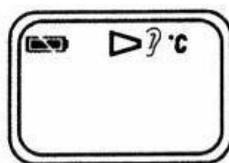

Figure 6.21
6. Tous les mots sur l'écran d'affichage resteront 2 secondes. Le système corrige la température (moins de 10 secondes). Après avoir écouté tic -tac deux fois, les utilisateurs peuvent commencer la mesure (voir la figure 6.21).